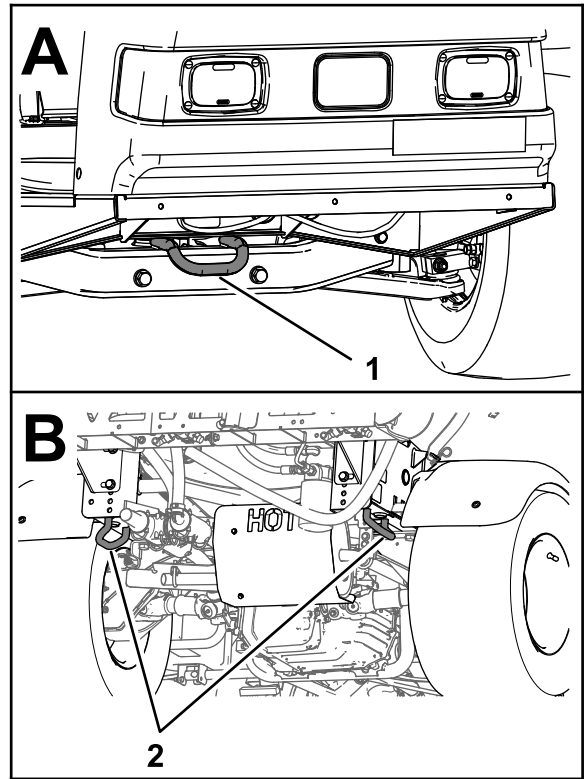

图34
- 将机器牢固地栓系在运输车辆上；图34所示为机器的栓系环位置。